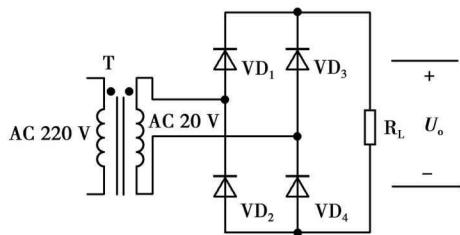

图 1-7
②当 S 开关闭合后,电路等效图如图 1-7 所示。
可以从图 1-7 看出该电路为一个桥式整流电路,所以此时电路的输出电压为: